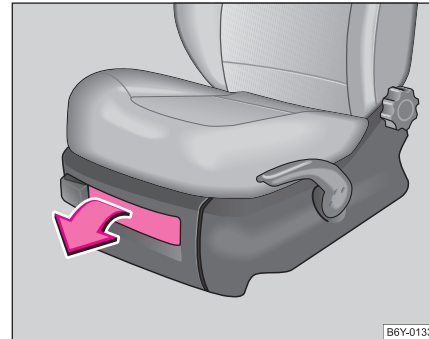

Abb. 79 Vordersitz:
- Zum Öffnen der Klappe Verschluss ankippen und Klappe aufziehen ⇒ Abb. 79.